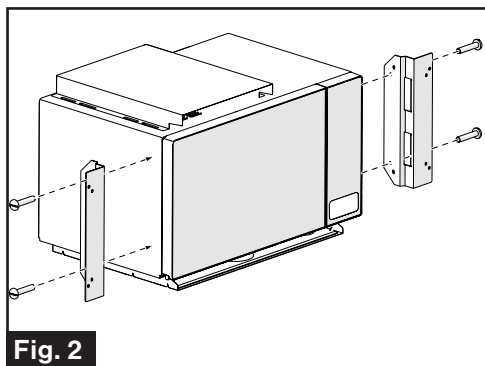

Fig. 2
2. Fixez les supports métalliques gauche et droit sur le micro-ondes à l'aide des 4 vis PMA M4 x 12 mm fournies avec le four. (Fig. 2)